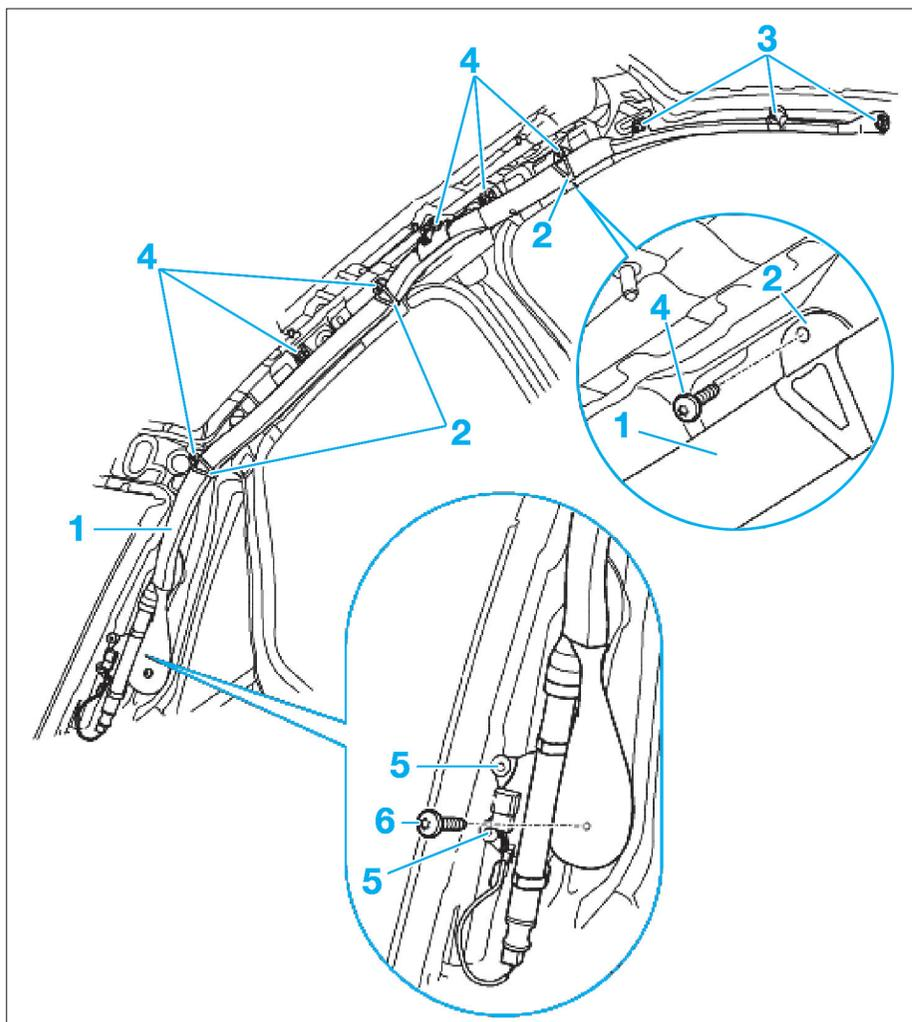

Fig. 8
- les trois vis (3) (Fig.8),
- les six vis (4),
- la vis (6).
- Extraire les trois supports (2) du cadre de pavillon.
- Déposer les deux vis (5).
- Extraire l'airbag rideau (1) hors du véhicule.